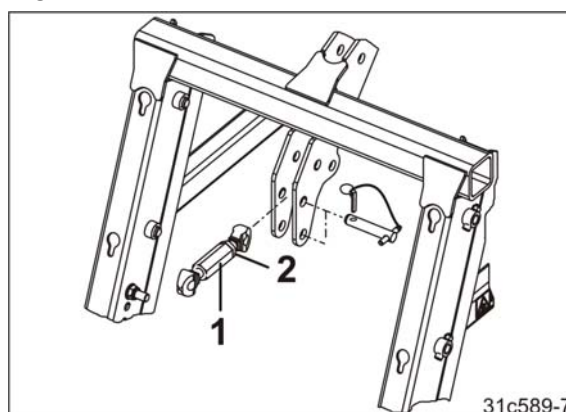

Fig. 109
8. Fest toppstaket (Fig. 109/1) på det øvre koblingspunktet (Kat. II) til såmaskinen.
10. Sett såmaskinen rett ved å forlenge eller forkorte den øvre koplingen. Sikre innstillingen til den øvre koplingen med kontramutteren (Fig. 109/2).